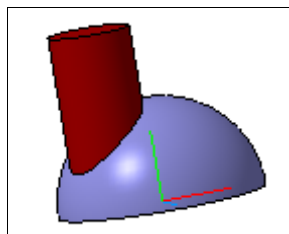

Рис. 25.28. Модель Фигура 3
**Задача 3.** Построить пересечение полусферы с цилиндром. Причем полусферу нужно построить вращением дуги вокруг вертикальной оси. Данное построение проведите самостоятельно. У вас должно получиться, как на модели Фигура 3 (рис. 25.28).